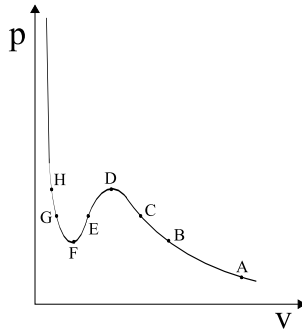

FIG. 1: Les points B,C,D,E,F,G et H sont donnés à titre indicatif pour faciliter les tracés
- En partant d'une pression correspondant au point A de la figure 1, on effectue une expérience de compression quasi statique de la vapeur d'eau à la température à température constante. Indiquez clairement sur la figure le chemin suivi par le gaz, en précisant les segments correspondant aux différentes phases et éventuellement aux équilibres entre phases. Justifiez, soit par un calcul simple soit en utilisant un argument géométrique le lieu ou la transition de phase se produit.